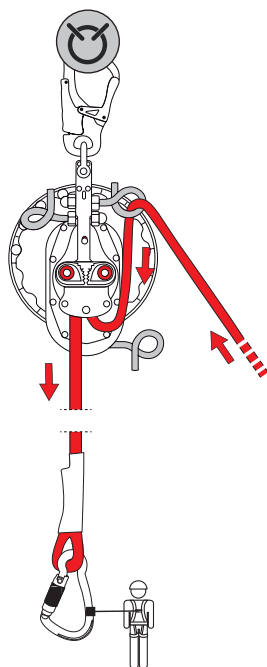

Fig.6
- d) baje a la persona dejando correr la cuerda libre (fig. 6),